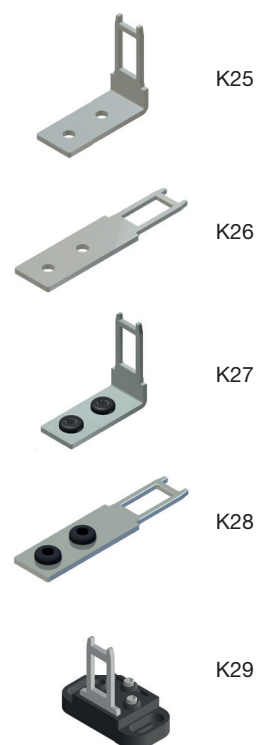

Fig. 2 Llaves (deben solicitarse por separado)
* Debe solicitarse por separado (fig.2)